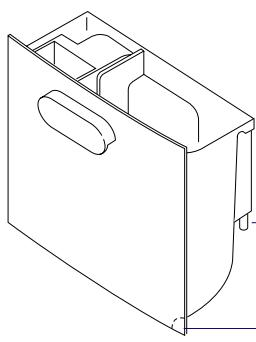

Fig. 1
- 1) Sulla tanica è prevista una parte più sottile da tranciare, per consentire il passaggio del tubo (fig. 1 - 2).
- 2) Rimuovere il tappino in gomma del beccuccio (fig.1).